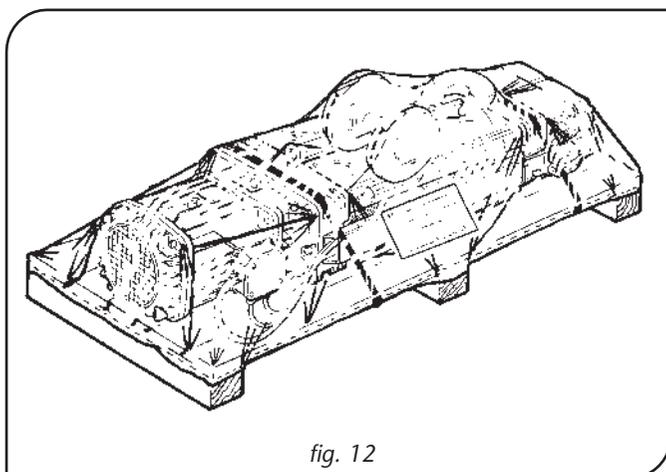

fig. 12
- Pour faciliter la manipulation et l'assemblage, le palan est, à la livraison, généralement fixé sur palette (figure 12), ses composants principaux étant préassemblés.